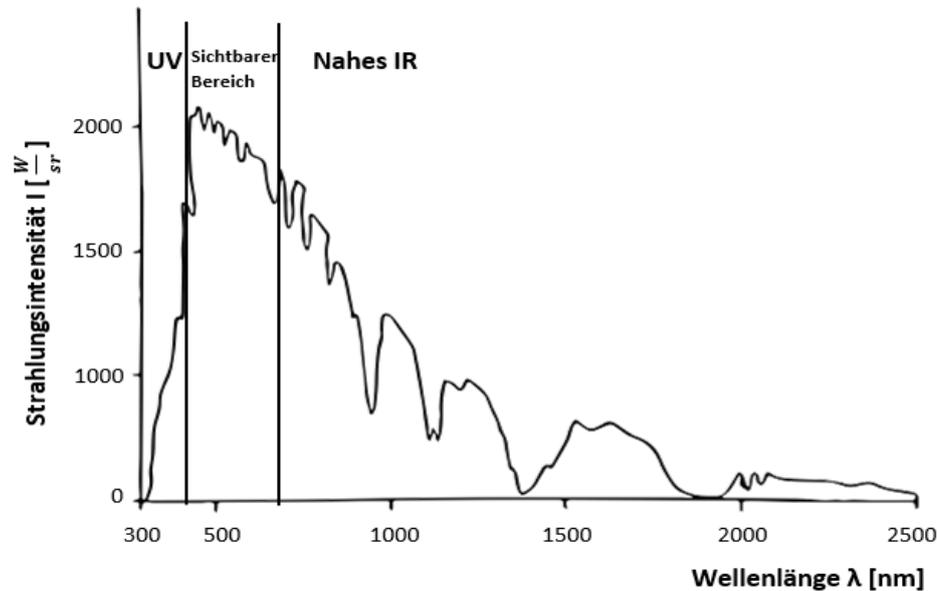

Abb. 1
4. Abb. 1 zeigt die Sonneneinstrahlung auf die Erdoberfläche. Diskutieren Sie mit Hilfe Ihrer Versuchsergebnisse und mit Abb. 1, warum die photogalvanische Kompaktzelle nicht mit einer herkömmlichen Solarzelle konkurrieren kann.